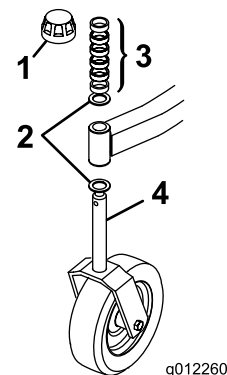
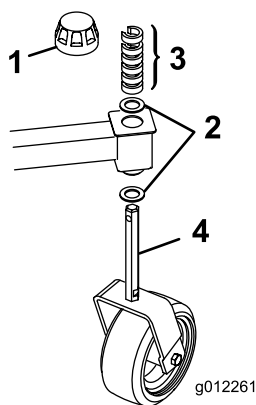

Figura 2
Figura 3
1. Retire as tampas de fixação dos rolamentos do eixo e desloque os espaçadores e anilhas de encosto (Figura 2 & Figura 3).
- Deslize os espaçadores para o eixo da roda giratória para obter a altura de corte pretendida; consulte a tabela de Ajuste de corte na secção Ajustar a altura de corte. Deslize a arruela de apoio no eixo. Empurre o eixo da roda giratória grande através do suporte da roda giratória frontal e eixo da roda giratória pequena através do suporte da roda giratória traseira. Instale outra anilha de encosto e os restantes espaçadores no eixo e instale as tampas de fixação para prender o conjunto (Figura 2 & Figura 3).